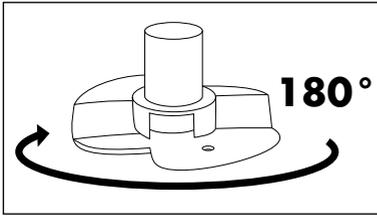
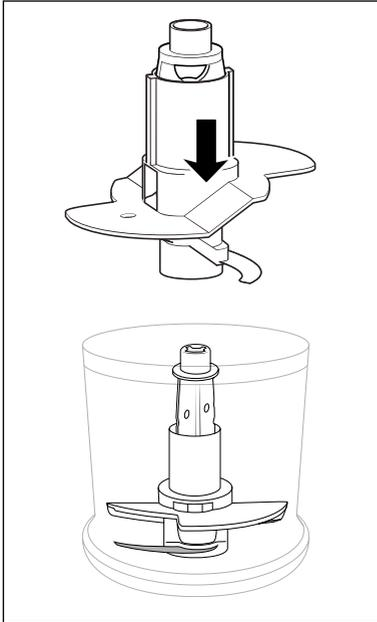

Fig. 2
Fig. 3
- Para 200 ml de nata, gire el accesorio batidor **10** horizontalmente 180° (fig. 2) de forma que solo quede sobre una cuchilla **7** y encastre (fig. 3). Con esto, se montará la nata desde una posición superior: